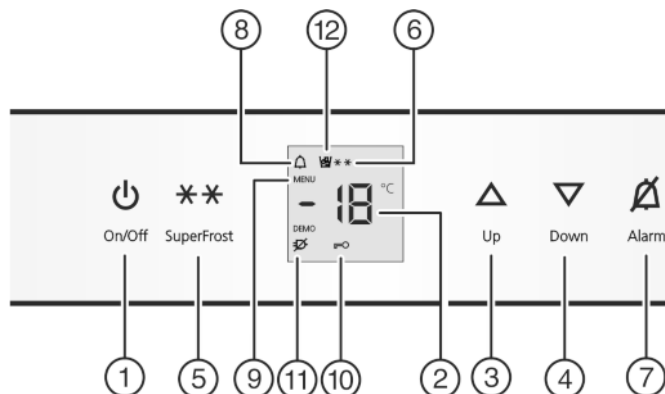

Fig. 2
- ▶ Appuyer sur la touche On/Off Fig. 2 (1).
- ▶ Activer le mode de réglage : appuyer env. 5 sec. sur la touche SuperFrost Fig. 2 (5).
- ▷ Le symbole Menu Fig. 2 (9) est allumé.
- ▶ Confirmer : appuyer brièvement sur la touche SuperFrost Fig. 2 (5).
- ▶ Appuyer brièvement sur la touche SuperFrost Fig. 2 (5) pour activer la sécurité enfants.
- ▷ Le symbole Sécurité enfants Fig. 2 (10) est allumé. L'affichage **c** clignote.
- ▶ appuyer brièvement sur la touche SuperFrost Fig. 2 (5) pour désactiver la sécurité enfants.
- ▷ Le symbole Sécurité enfants Fig. 2 (10) s'éteint. L'affichage **c** clignote.
- ▶ Désactiver le mode de réglage : appuyer sur la touche On/Off Fig. 2 (1).
L'affichage de la température clignote en même temps que le symbole Alarme Fig. 2 (8).
L'avertisseur sonore s'éteint automatiquement et le symbole Alarme Fig. 2 (8) et l'affichage de température arrêtent de clignoter lorsque la température est de nouveau suffisamment froide.
► Augmenter la température : appuyer sur la touche de réglage Up Fig. 2 (3).
► Diminuer la température : appuyer sur la touche de réglage Down Fig. 2 (4).